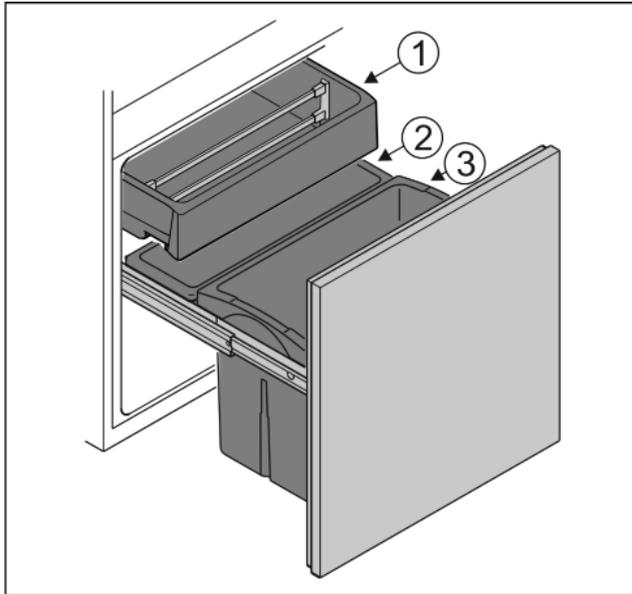

Fig. 4
- ▶ Behälter Fig. 4 (1): Unverpacktes Gemüse und Süßfrüchte einlegen.
- ▶ Behälter Fig. 4 (2): Unverpackte kleine Obst- und Gemüsesorten einlegen.
- ▶ Behälter Fig. 4 (3): Einzelne Flaschen einstellen.